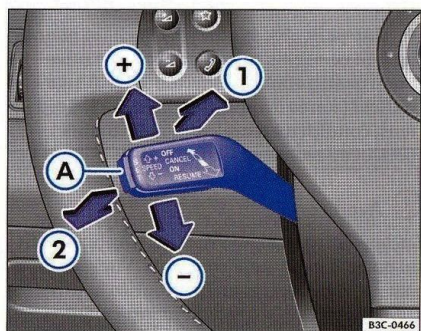

Fig. 18 Elementul de comandă al sistemului de control automat al vitezei de croazieră.
– Apăsăți o dată scurt tasta **SET** ⇒ fig. 18 **A**, când s-a atins viteza pe care doriți să o introduceți în memorie. Sau